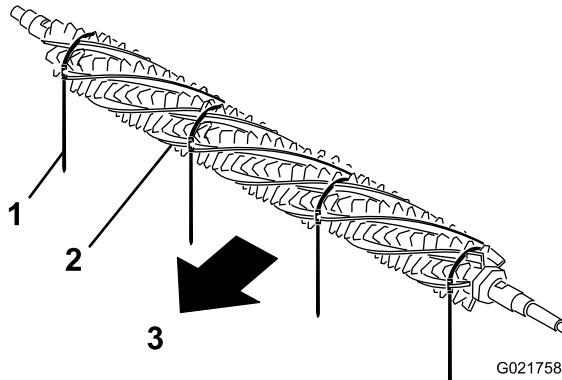

図 18
- グルーマ・リールの一方の側から、ブラシを差し入れ、グルーマ・リールの各溝にブラシが入るようにセットする(図 18)。